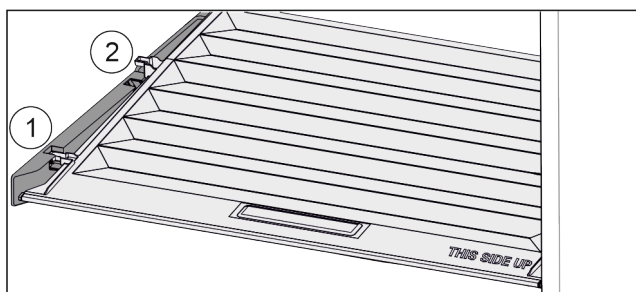

Fig. 124
- Deslice la tapa hacia delante hasta la abertura de las piezas de sujeción Fig. 124 (1).
- Levántela por detrás desde abajo y retírela tirando hacia arriba Fig. 124 (2).